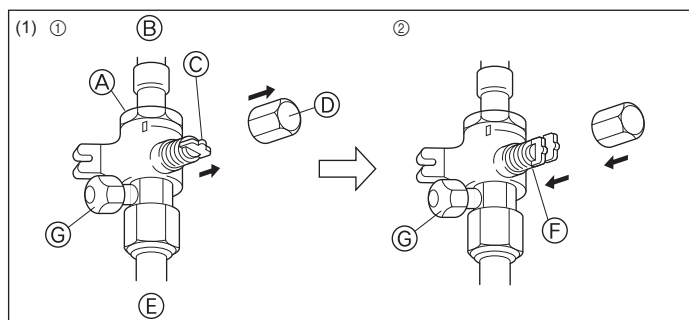

Fig. 4-9
- Vérifier que les vannes d'arrêt (A) et (B) sont fermées et ne pas les ouvrir.
- Ajouter de la pression dans les tuyaux de réfrigérant par l'orifice de service (C) de la vanne d'arrêt de liquide (A) et de la vanne d'arrêt de gaz (B).
- Si la pression diminue à l'étape (2) ou (3), il y a une fuite de gaz. Rechercher l'origine de la fuite de gaz.
- Côté gaz (Fig. 4-9)